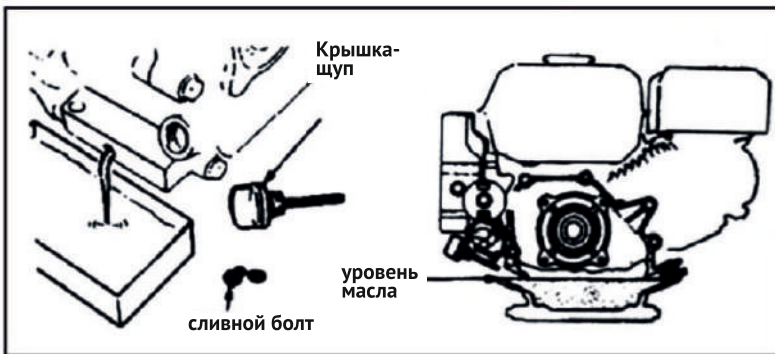

Рис. 15
7.2. Замена масла в двигателе (рис. 15).